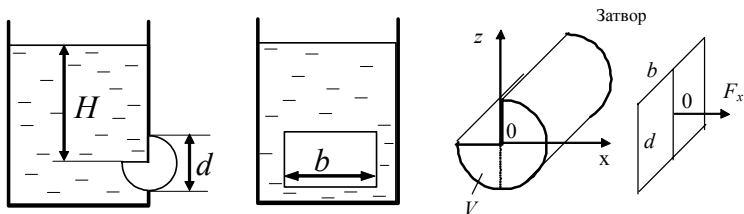

Рисунок 2.16
2.27. Резервуар для хранения жидкости имеет на глубине  $H = 2 \text{ м}$  цилиндрический затвор диаметром  $d = 10 \text{ см}$  длиной  $b = 16 \text{ см}$  (рисунок 2.16). Определить вертикальную и горизонтальную составляющие сил давления воды, действующих на затвор.